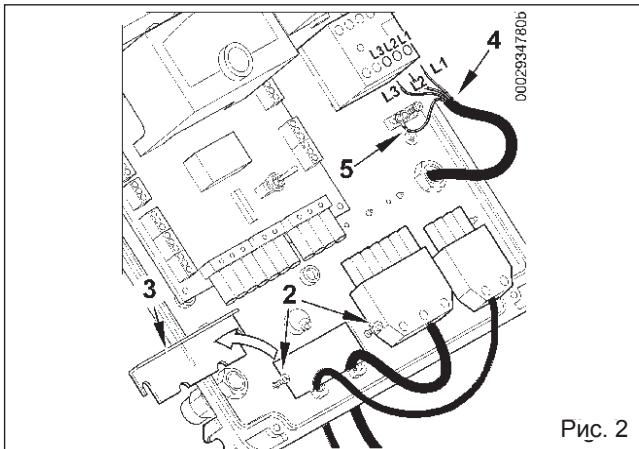

Рис. 2
- 1) Снимите крышку, отвернув четыре винта (1), как показано на рисунке 1, не убирая прозрачное окошко. Так будет получен доступ к электрическому щиту горелки.
- 2) Ослабьте винты (2). После снятия кабельного зажима (3) пропустите через отверстие 7-штырьковый и 4-штырьковый разъёмы (см. рисунок 2). Подсоедините токоподводящие провода (4) к дистанционному выключателю, закрепите заземляющий провод (5) и затяните соответствующий кабельный зажим.
- 3) Установите зажимную пластинку, как показано на рисунке 3. Поверните эксцентрик (6) так, чтобы пластина должна образом надавила на два провода. После этого затяните крепежные винты пластины. Наконец, соедините два разъёма, 7- и 4-штырьковый.